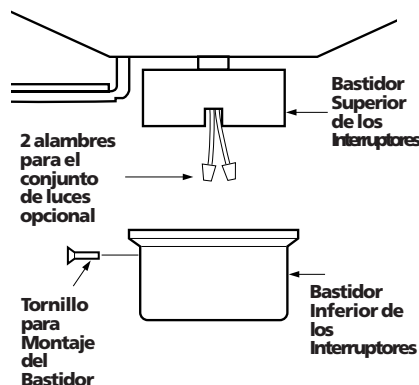

Figura 8c - Instalación de la parte inferior de la caja del interruptor
2. Coloque en alineamiento los agujeros para tornillos en los lados de la parte superior y de la parte inferior de la caja del interruptor. Fije la parte inferior a la parte superior de la caja con tres tornillos #6-32 x 3/8". Vea la Figura 8c.